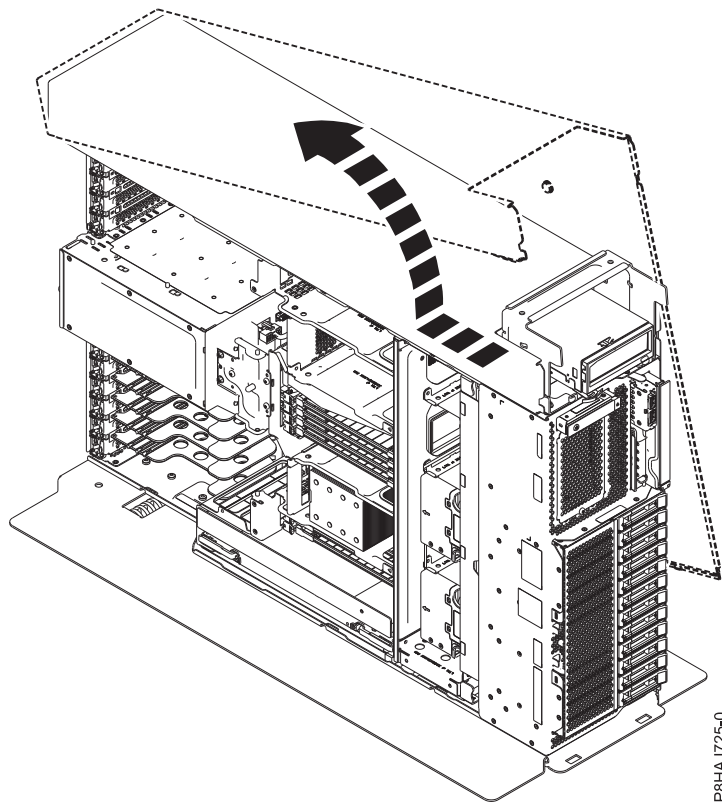

Abbildung 19. Ausbauen der Seitenabdeckung bei einem Standalone-System vom Typ 8286-41A
5. Schieben Sie die Seitenabdeckung in der in Abb. 19 dargestellten Richtung vom System.